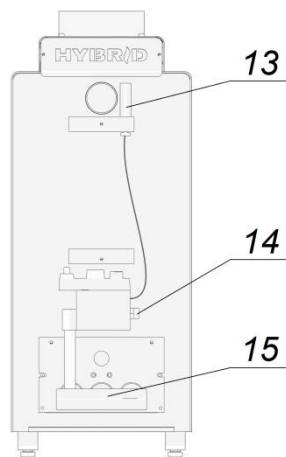

Рис. 3. Вид котлов спереди, без дверцы и передней панели.
5.5. Газовые котлы СТЭН HYBRID комплектуются газогорелочными устройствами с автоматическим регулятором. Скоба (поз. 13, рис.3) для крепления термодатчика горелки находится под декоративной панелью котла.